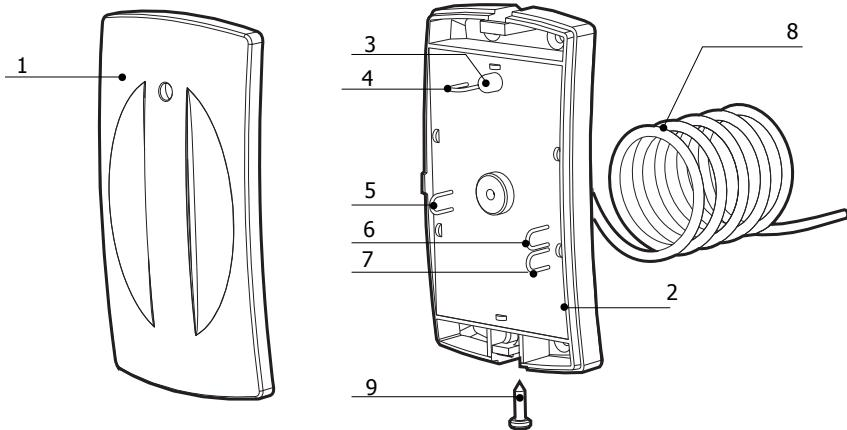
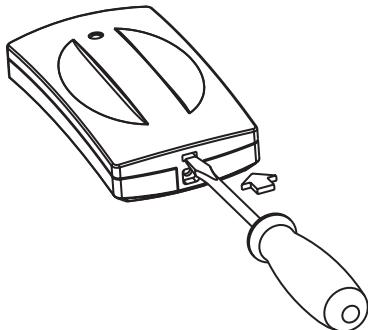

Рис. 1.
Рис. 3
Считыватель выполнен в виде единого блока (рис.1) и состоит из:
- снять фиксирующий шуруп 9 (рис.1);
- снять крышку 1 (рис.1) как показано на рис. 3;